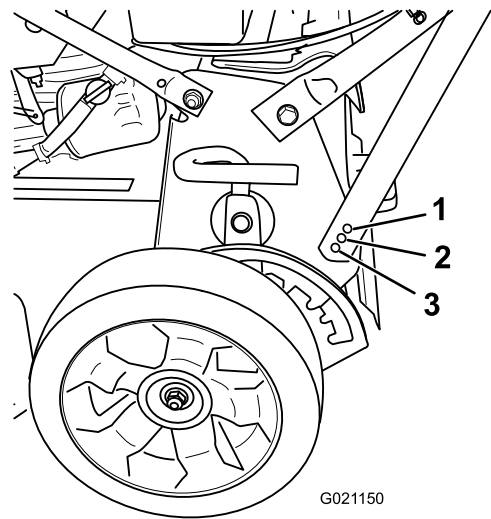

**Figura 4**
4. Serrate i dispositivi di fissaggio che sostengono la stegola su entrambi i lati della macchina, come illustrato nella Figura 4.
2. Dado sulla staffa di supporto della stegola (2)
3. Bullone (4)
5. Montate una fascetta per cavi per fissare i cavi alla stegola inferiore, nel punto illustrato nella Figura 4 e tagliate via il materiale in eccesso dalla fascetta.